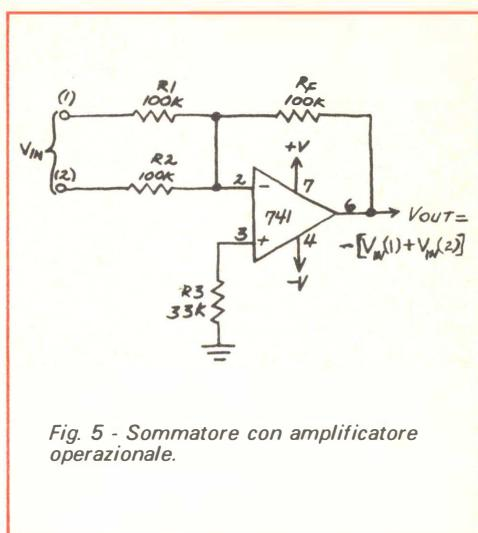

Fig. 5 - Sommatore con amplificatore operazionale.
**Somma con un amplificatore operazionale** - La fig. 5 mostra un sommatore con amplificatore operazionale che accetta due tensioni d'entrata, le somma e fornisce come risultato la tensione d'uscita. Il nome tecnico di questo circuito è «amplificatore di somma».
della fig. 5 in un circuito di media, si mantengano inalterati i valori di R1 e R2, ma si porti il valore di RF a 50 kΩ. Ciò fa sì che il rapporto tra RF e  $R_{IN}(1/2)$  sia uguale al reciproco del numero delle entrate (2).